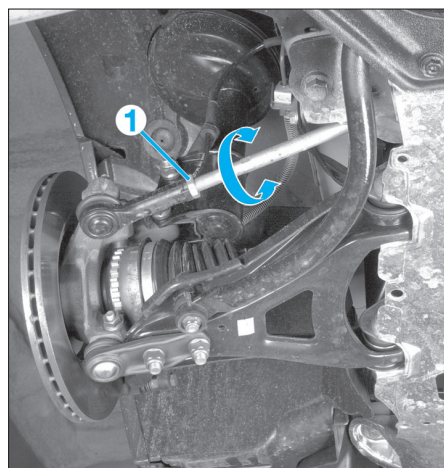

Fig. 1
Le parallélisme se règle par rotation des biellettes de direction après avoir débloquer l'écrou (1) et en procédant de manière symétrique après avoir effectué les vérifications préliminaires habituelles (Fig.1).